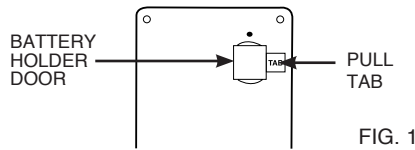

FIG. 1
**Batteries Activation-**The timer is shipped with 2 batteries (L1154/SR44/LR44) installed. Pull the protective strip from the battery carrier (See Fig 1). The display will flash 12:00AM. (Note: To conserve battery power, if the timer is not plugged in and no button is pushed, the display will go blank. To restore, press any button).
Activation des piles – La minuterie est expédiée avec 2 piles (L1154/SR44/LR44) déjà installées. Retirez la bande protectrice du porte-piles (voir fig.1). L'écran commencera à clignoter à 12:00.